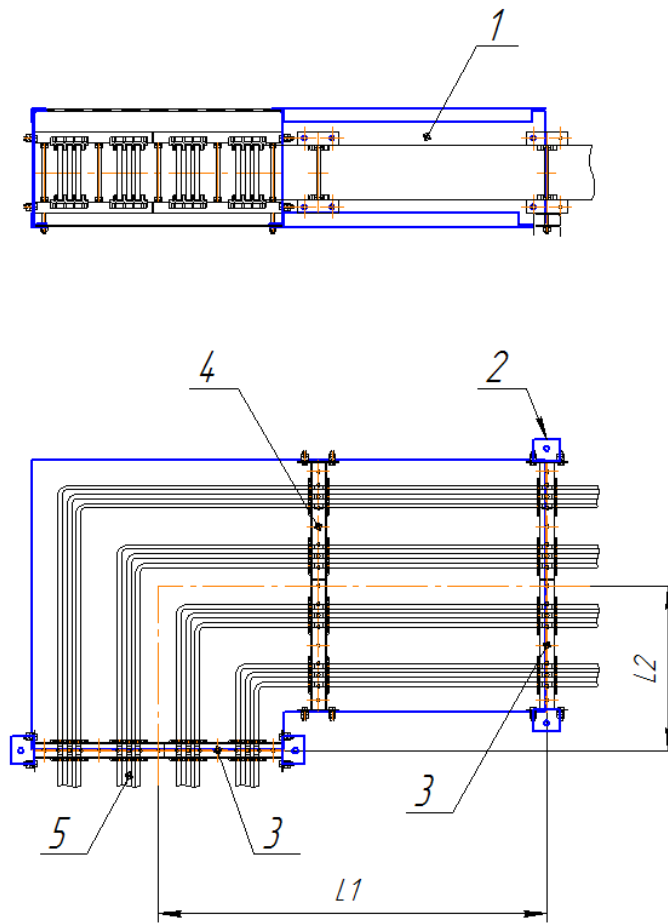

Рисунок 3. Секция угловая ШВ2-У1-850x360
**ШВ2-У1-850x360** – секция угловая, размеры сторон 850x360 (Рис. 3);